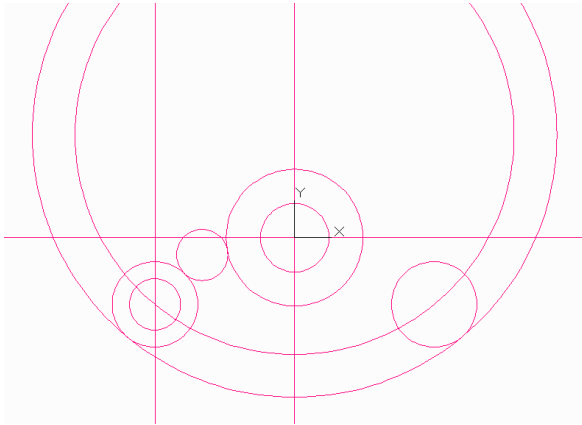

Рисунок 1.4 – Послідовність побудови графічної роботи «Плоский контур»
– обрати  *Tan, Tan, Radius* (2 точки дотику, радіус) → послідовно вказати місця приблизного дотику до кіл радіусом **15** → радіус **92** ↴ (рис. 1.4);